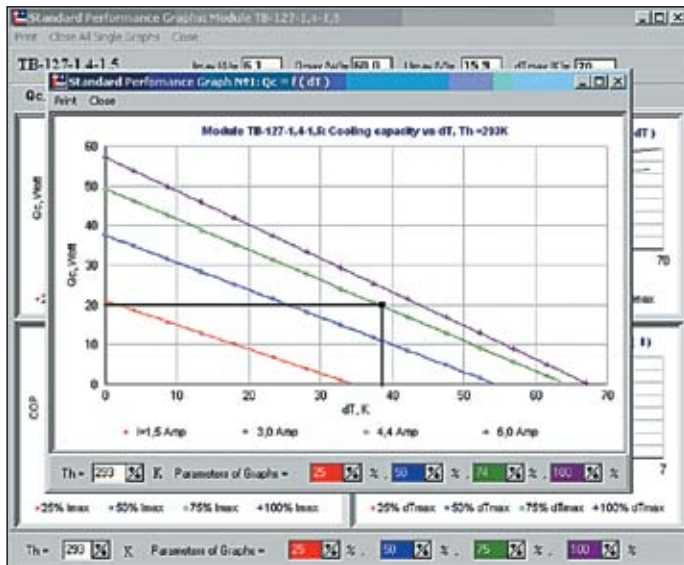

Рис. 9. Выбор тока, обеспечивающего на заданном перепаде температур необходимую холодильную мощность
4. С помощью стандартного графика № 1 выбираем величину тока такой, чтобы при разности температур $dT = 38 \text{ К}$ обеспечить холодопроизводительность $Q_c = 20 \text{ Вт}$ (рис. 9). Этот ток равен $I = 0,74I_{max}$ или $I = 4,4 \text{ А}$.